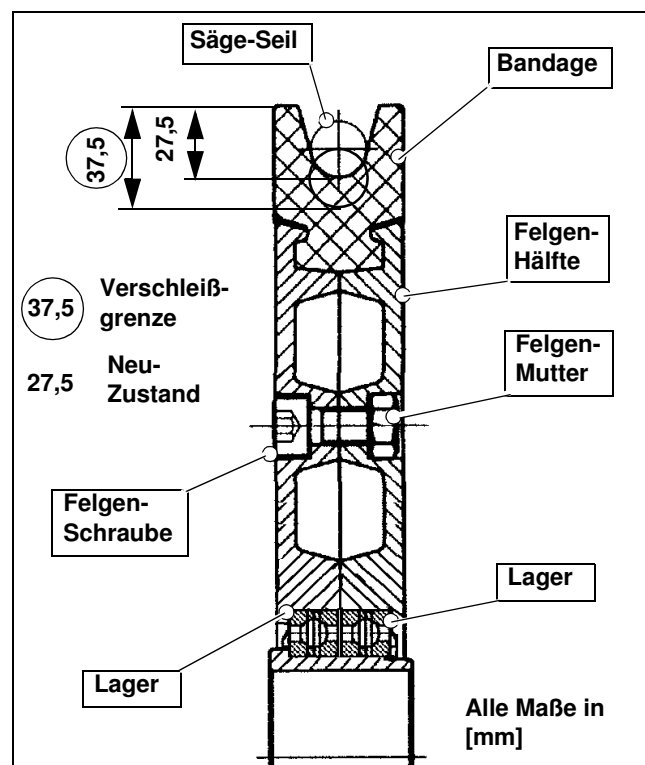

Bild 8.6 Verschleißgrenze der CSA•1001 Seil-Umlenkrollen-Bandage (Ø 270 mm Seil-Umlenkrolle im Halbschnitt)
2. Prüfen, messen Sie, ob die Schwenk-, Umlenk-Rollen-Bandagen die Verschleißgrenze(n) erreicht haben (Bild 8.6)!
3. Lösen und entfernen Sie die 8 Schrauben (Mutter) aus der Umlenk-Rollen-Felge (Bild 8.6)!
4. Heben Sie die obere (rechte) von der unteren (linken) Felgenhälfte (Bild 8.6)!
- Schrauben Sie die Umlenk-Rollen-Felgen mit den Schrauben und Muttern wieder zusammen (Bild 8.6)! Ziehen Sie die Schrauben, gleichmäßig, über kreuz, fest!
In einer Felgenhälfte sind Mutter-Aufnahmen als Drehsicherung eingearbeitet und in der anderen Felgenhälfte befinden sich zylindrische (runde) Bohrungen für die (runden) Innsechskantschrauben (Bild 8.6)!